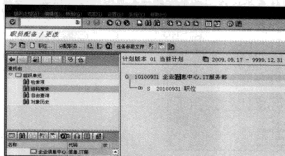

图 6-13 选择要创建职位所属的组织结构
STEP 1 在 SAP 系统的菜单栏中选择“人力资源→组织管理→专家模式→简单维护→更改”选项，在弹出的“职员配备/更改”界面中选择左栏中的“结构搜索”选项，然后在左栏下面找到要创建职位所属的组织结构，本例中选择企业信息中心下的“IT 服务部”，如图 6-13 所示。